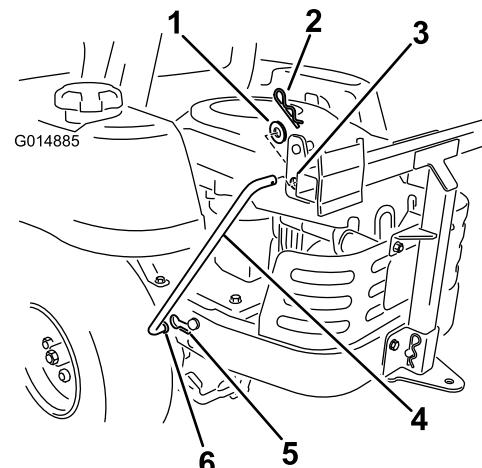

Bild 14
5. Setzen Sie an jeder Seite des Rahmens des Heckfangsystems eine Stützstange ein. Setzen Sie im vorhandenen verkeilten Schlitz im Maschinenrahmen das gebogene, flache Ende der Stange in diesen Schlitz (Bild 14). Schieben Sie die Stange nach hinten, um sie im Rahmen zu verankern.
6. Stecken Sie das gebogene Ende der Stange in den Rahmen des Heckfangsystems, siehe Bild 14. Befestigen Sie das Ende der Stange mit einer Scheibe und einem Splint.